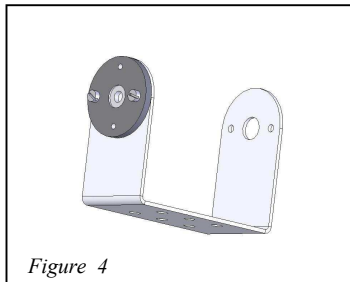

Figure 4
**Étape 3 :** Placer le **palonnier (3)** sur la **fourche (11)**. S'assurer que les trous de la **fourche (9)** soient alignés avec les trous du **palonnier (3)**. Visser l'ensemble avec les **vis attache-palonnier de 1.6mm (7)** et les **écrous palonnier de 1.6mm (8)**. Voir les figures 4 et 5. Réaliser 2 fois cette étapes.